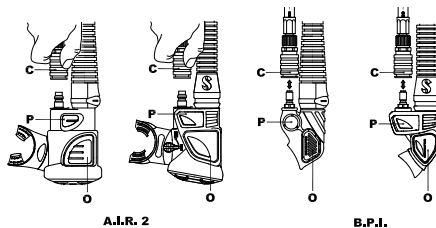

Abb. 6
Anbringen des Schnellanschlusses (Abb. 6-C):
Drücken Sie zum Aufblasen des Tarierjackets auf den Knopf des Powerinflatorenventils (Abb. 6-P) Es sollte Luft in das Tarierjacket strömen. Mit kurzen Luftstößen, durch kurzes und wiederholtes Drücken und Loslassen des Powerinflatorknopfs, können Sie beim Aufblasen die Luftmenge besser kontrollieren.
2. Atmen Sie im gleichen Atemzug nun weiter aus, während Sie den Lufteinlassknopf tief durchdrücken (Abb. 6-O).